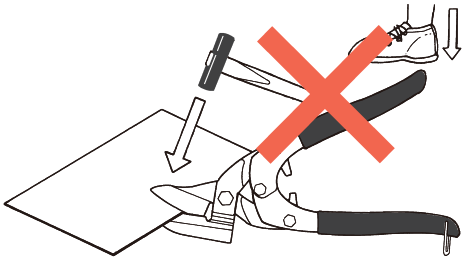

図3 ハンマー等でたたいたり足で踏んで切断しない
- ▲ 鋏のミネや柄をハンマー等でたたいたり、足で踏んで切断しようとしてしないで下さい。(図3参照)